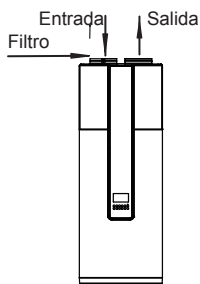

Fig. 3-14
5) Instalación del filtro en la entrada de la unidad. En cuanto a la unidad con conducto, el filtro debe colocarse en la posición de entrada del conducto. (Fig. 3-14/3-15)